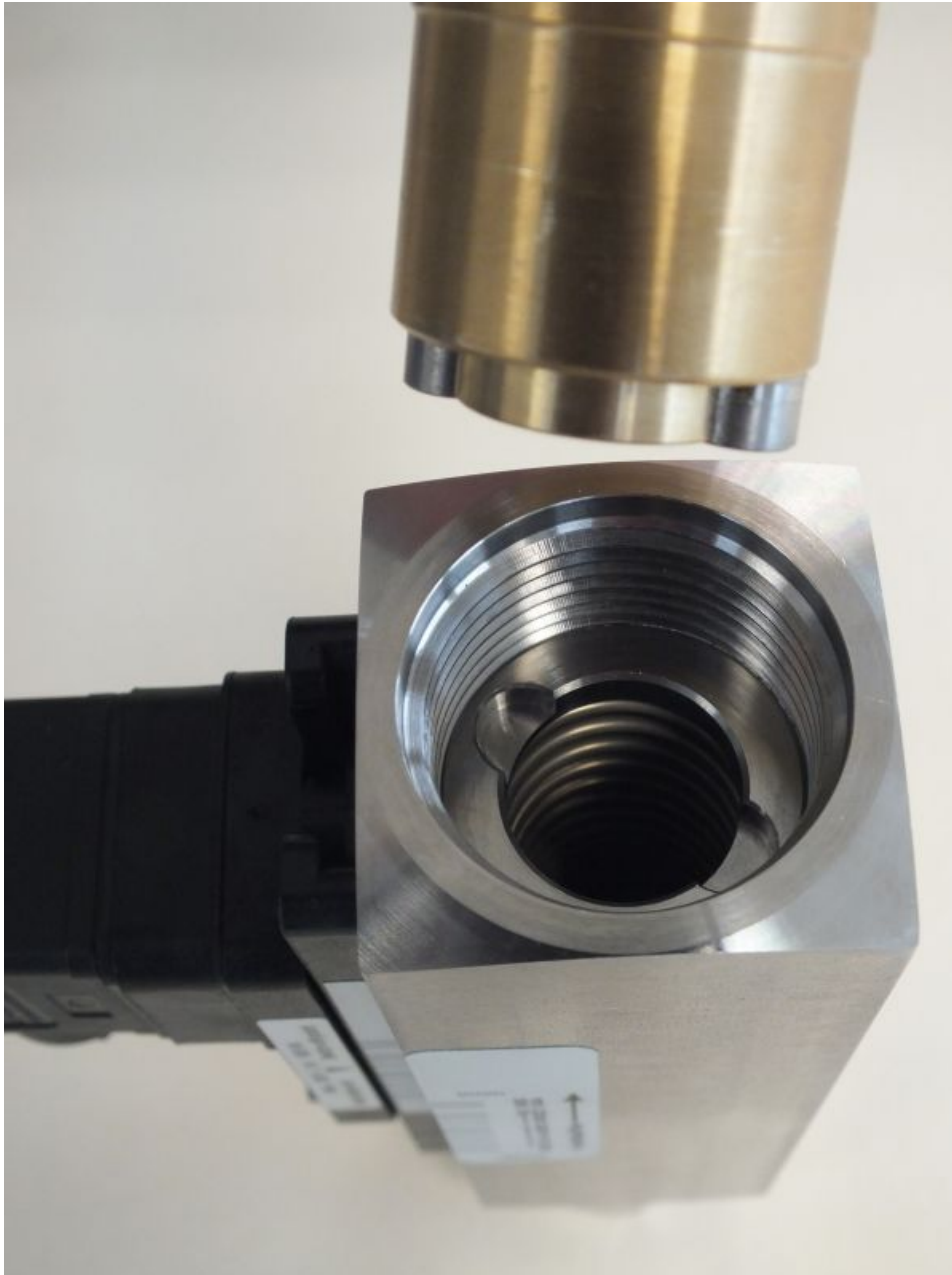

Abb. 49: Eindrehwerkzeug Gewinding (Eingang) einführen
- 10.** Das Eindrehwerkzeug-Gewinding in den Geräteeingang einführen (Abb. 49) und drehen bis es in die Mitnehmer-Nut des Gewindinges einrastet